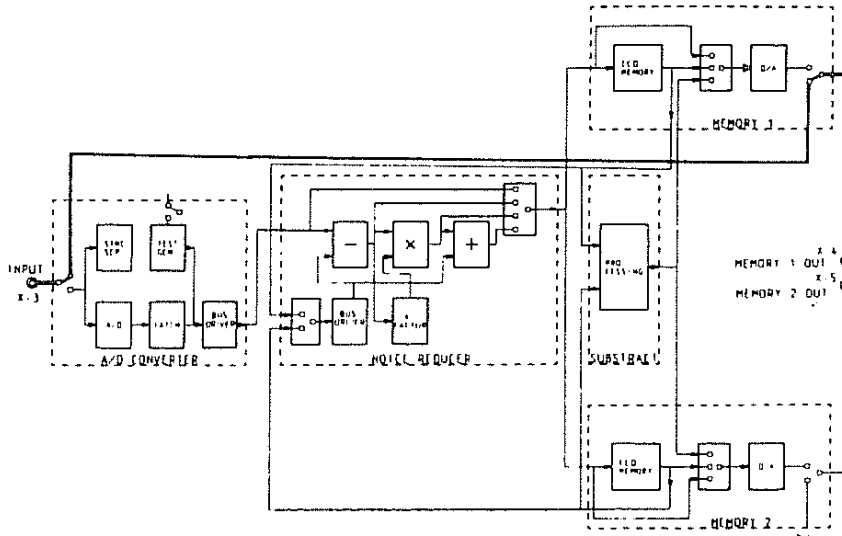

Figure 4.1 : Analog bypass.
- (1) Controller/Local Control-board
- (2) Analog bypass (fig. 4.1.).